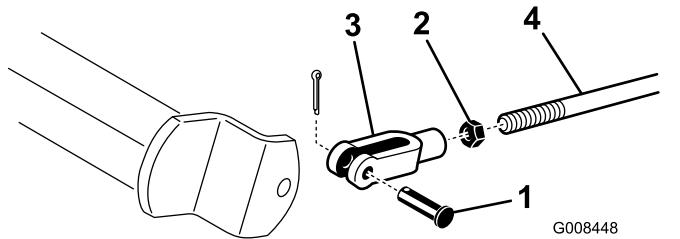

Bild 47
- A. Entfernen Sie den Splint und Lastösenbolzen, um die Bremsstangen abzuschließen (Bild 47).
- B. Lockern Sie die Klemmmutter und stellen den Lastösenbolzen entsprechend ein (Bild 47).
- C. Bringen Sie den Lastösenbolzen am Bremsbügel an (Bild 47).